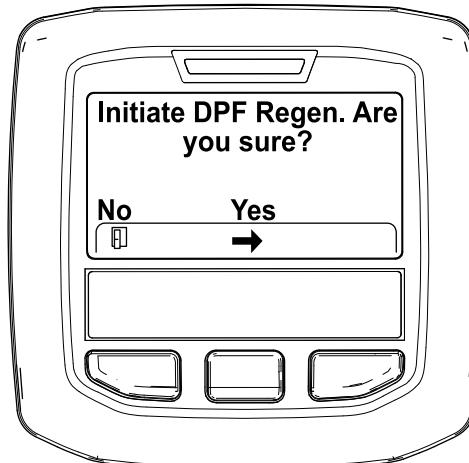

Figura 28
- Quando surgir a mensagem “Initiate DPF Regen. Are you sure?” (Iniciar Regen. DPF. Tem a certeza?), prima o botão central (Figura 28).